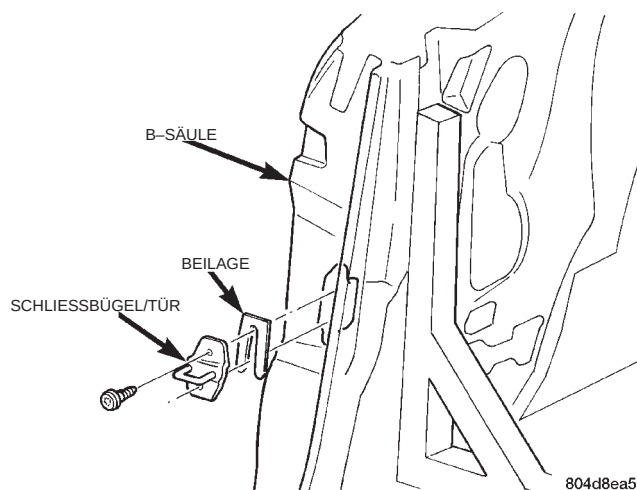

Abb. 34 Schließbügel der Tür
(2) Befestigungsschrauben lösen, mit denen der Schließbügel an der B-Säule befestigt ist (Abb. 34).
(3) Schließbügel der Tür aus dem Fahrzeug nehmen.